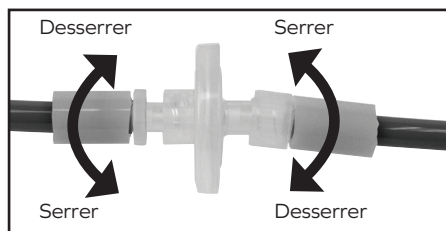

Fig. 4
4. Saisissez la bride du manchon des deux côtés du filtre et tournez dans le sens antihoraire pour déconnecter le filtre (fig. 4).
7. Saisissez la bride du manchon des deux côtés du filtre et tournez dans le sens horaire pour serrer à la main (fig. 4). Ne serrez pas trop.